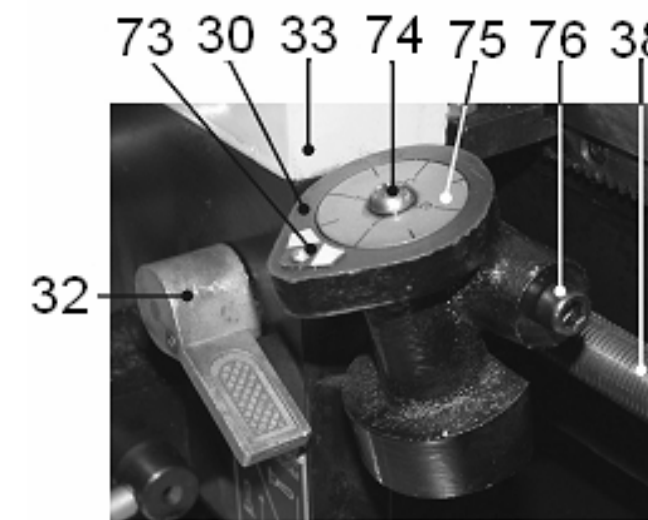

Рис. 21
10.7.8. По мере приближения резца (57) к концу нарезаемой резьбы, отведите резец (57), используя маховик (35) подачи поперечного суппорта, п.10.3, Рис.15, а переключателем (7) направления вращения шпинделя, Рис.14, измените направление вращения. **Не переключайте ручку (32) управления разъемной гайкой ходового винта (38) при выполнении операции нарезания резьбы до конца изготовления резьбы, Рис. 21.**
10.8. Индикатор нарезания резьбы (Рис. 21)
10.8.6. Маховиком (35) подачи поперечного суппорта (31), Рис. 2, установите глубину резания, не превышая 0,2 мм за один проход. Опустите вниз ручку (32) управления разъемной гайкой ходового винта (38) и начните нарезание резьбы, Рис.21.
10.8.7. По мере приближения резца (57) к концу резьбы, отведите резец (57), используя маховик (35) подачи поперечного суппорта (31), Рис. 15. Поднимите вверх ручку (32) управления разъемной гайкой ходового винта (38), Рис.21. Вращая маховик (36) ручной подачи каретки (33), Рис.15, отведите каретку (33) назад к началу нарезания резьбы. Наблюдайте за вращающимся диском (75) индикатора нарезания резьбы (30). По мере совмещения метки (73), на корпусе индикатора нарезания резьбы (30) и ранее выбранного вами по таблице 5 числа индикаторного диска (75), резко опустите вниз ручку (32) управления разъемной гайкой ходового винта (38) и начните нарезание резьбы. Повторяйте цикл нарезания резьбы до окончательных размеров.